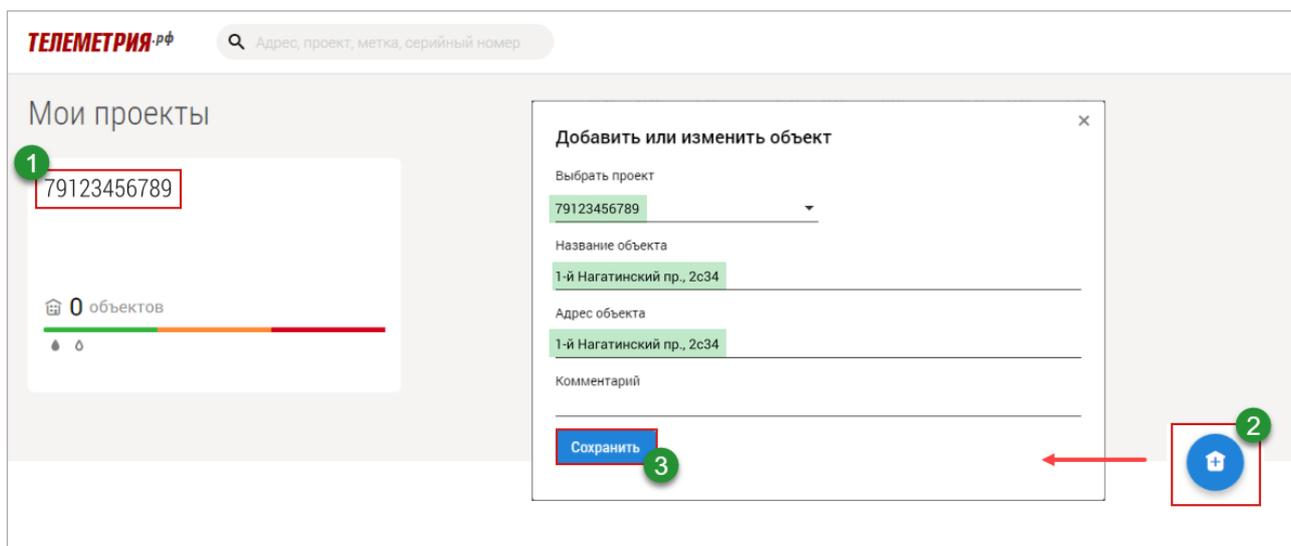

Рис. 11. Телеметрия.РФ. Добавление нового объекта.
1. Зайдите в раздел проекта, щёлкнув по его названию (1) (Рис. 11).
2. Нажмите на значок “домик”, чтобы добавить новый объект (2).
3. В открывшемся диалоговом окне введите название и адрес объекта (адрес дома, на котором будут установлены УСПД) и нажмите **Сохранить** (3). В качестве названия объекта может быть установлен его адрес, вводить название в этом случае необязательно.